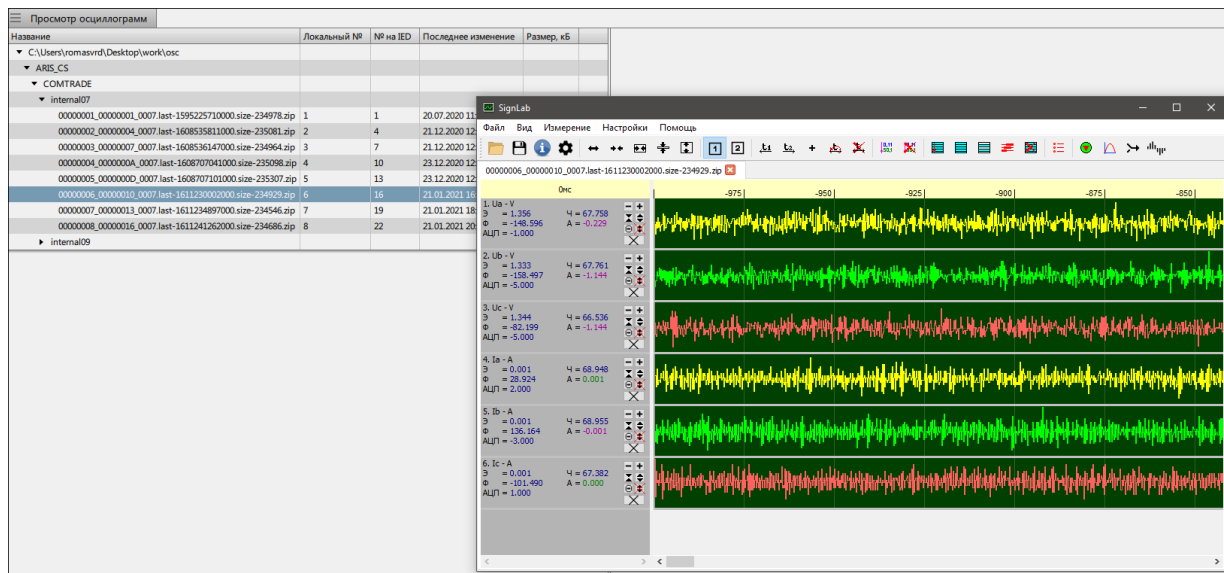

Рисунок 138 - Просмотр осциллограмм
2. Нажмите двойным щелчком *ЛКМ* по строке с выделенным файлом. Откроется окно осциллограммы в настроенном просмотрщике (Рисунок 138).